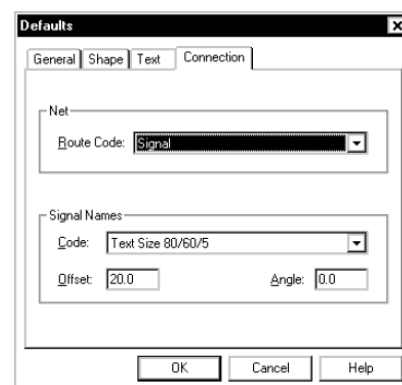

Рис. 12. Настройка отображения меток цепей.
3. Выполним команду меню Settings | Defaults и в появившемся окне перейдем на вкладку Connection (рис. 12).